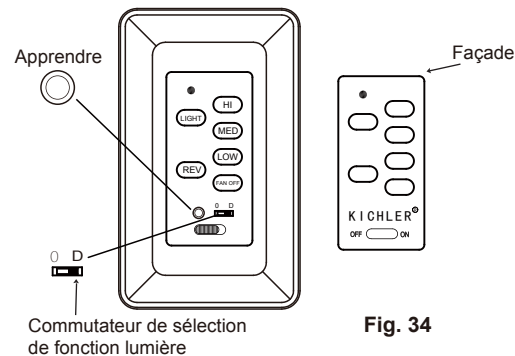

Fig. 34
ACTIVER LE PROCESSUS D'APPRENTISSAGE (Fig. 34)
1. Utilisez un petit tournevis plat et indiscretsez doucement la face en dehors du dessus de l'émetteur de mur (Fig. 34)
2. Après l'installation est terminée, la puissance d'AC est allumée et OFF  ON SWITCH est à la position d'ON dans les 30 secondes, appuyez et maintenez le bouton LEARN pendant 3 secondes, le ventilateur s'allume à la vitesse moyenne et la lumière (si installé) s'allume. Cela confirme que le paramètre SMART SYNC est actif et correct. (Fig. 34)
COMMUTATEUR DE SÉLECTION DE FONCTION LUMIÈRE(Fig. 34)